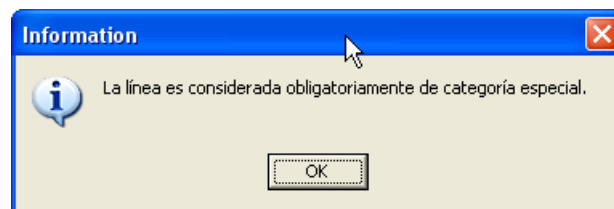

Figura 11.12.
- Figura 11.12: no necesita comentario, véase R.D. 223/08